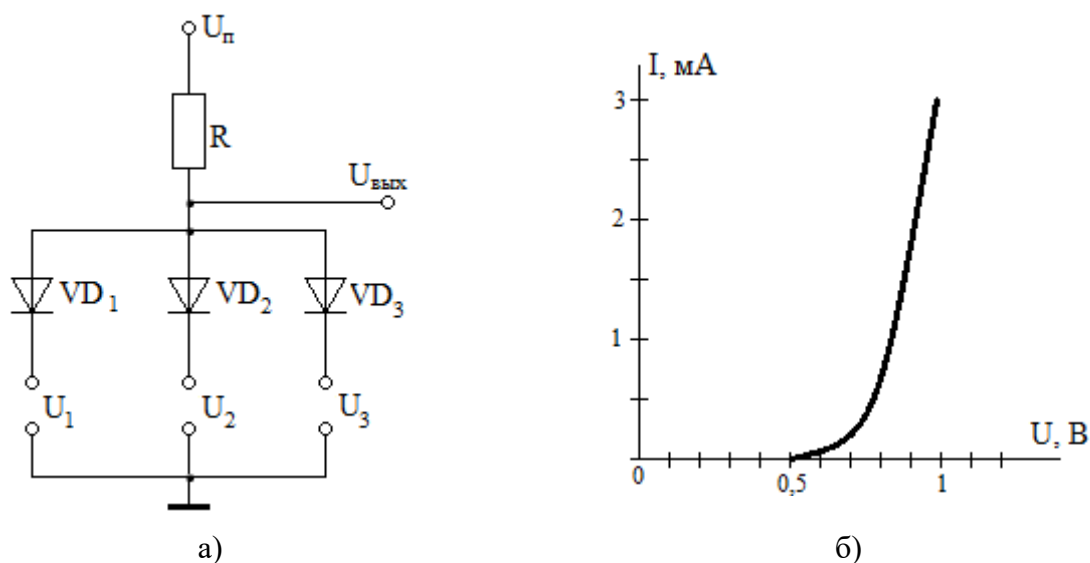

Рисунок 2
- 2) по входным характеристикам (рис. 2, а) найти: постоянную составляющую тока коллектора $I_{к0}$, постоянную составляющую напряжения коллектор-эмиттер $U_{кэ0}$, амплитуду переменной составляющей тока коллектора $I_{тк}$, амплитуду выходного напряжения $U_{тR} = U_{ткэ}$, коэффициент усиления по току K_I , выходную мощность $P_{вых}$, мощность, рассеиваемую на нагрузке постоянной составляющей тока коллектора P_{R0} , полную потребляемую мощность коллекторной цепи P_0 , КПД коллекторной цепи η . Проверить, не превышает ли мощность, выделяемая на коллекторе в режиме покоя $P_{к0}$, максимально допустимую мощность $P_{кmax}$;
- 3) с помощью выходных характеристик (рис. 2, б) определить: напряжение смещения $U_{бэ0}$, амплитуду выходного сигнала $U_{тбэ}$, входную мощность $P_{вх}$, коэффициенты усиления по напряжению K_U и по мощности K_P , входное сопротивление каскада $R_{вх}$, сопротивление резистора $R_б$ и емкость разделительного конденсатора C_p . Диапазон усиливаемых колебаний $80 Гц - 5 кГц$.